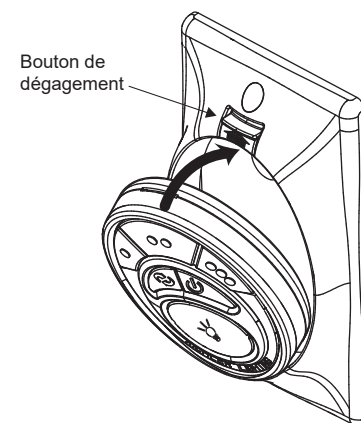

Fig. 22
1. Insérez l'émetteur dans la plaque murale en insérant d'abord le bas de l'émetteur, puis appuyez sur le haut de l'émetteur dans la poche. L'émetteur fonctionnera entièrement à partir de cet emplacement ou vous pouvez retirer l'émetteur et l'utiliser comme appareil « portable ». (Fig.22)